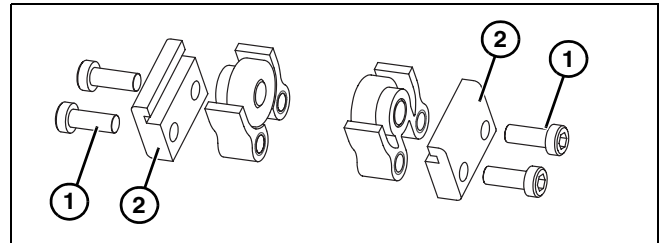
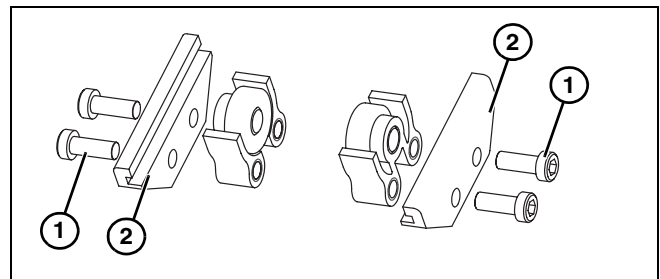

Figure 12
Figure 13
1. Coloque los rodillos de retorno. Se muestran vistas en despiece ordenado **Figure 12** para cinta plana y **Figure 13** para cinta antideslizante.
2. Retire los tornillos (**Figure 12, item 1**) o (**Figure 13, item 1**) y enganches (**Figure 12, item 2**) o (**Figure 13, item 2**) del conjunto de rodillos.